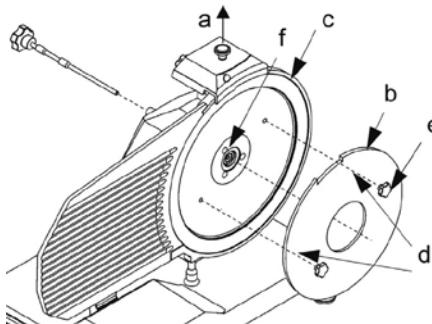

Рис. 7 – Установка устройства из оргстекла (b)
Рис. 7б – Плохая позиция
Для того, чтобы очистить нож с другой стороны, его следует снять (смотри Рис. 7).
- снимите защиту ножа (смотри Рис. 7);